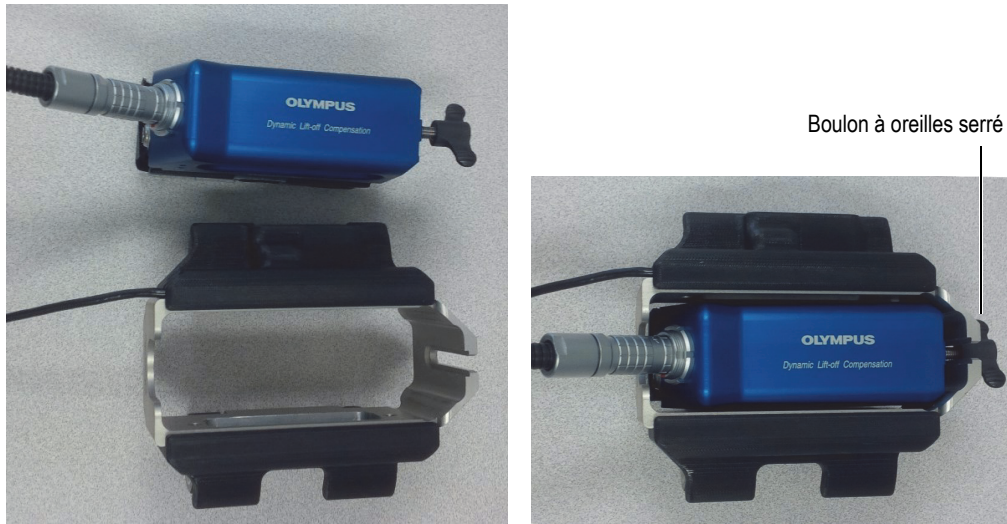

Figure 2-8 Installation de la sonde sur le MagnaFORM
3. Installez l'assemblage de sonde sur le MagnaFORM et serrez le boulon à oreilles fermement avec vos doigts (ne serrez pas trop) [voir la Figure 2-8 à la page 34].